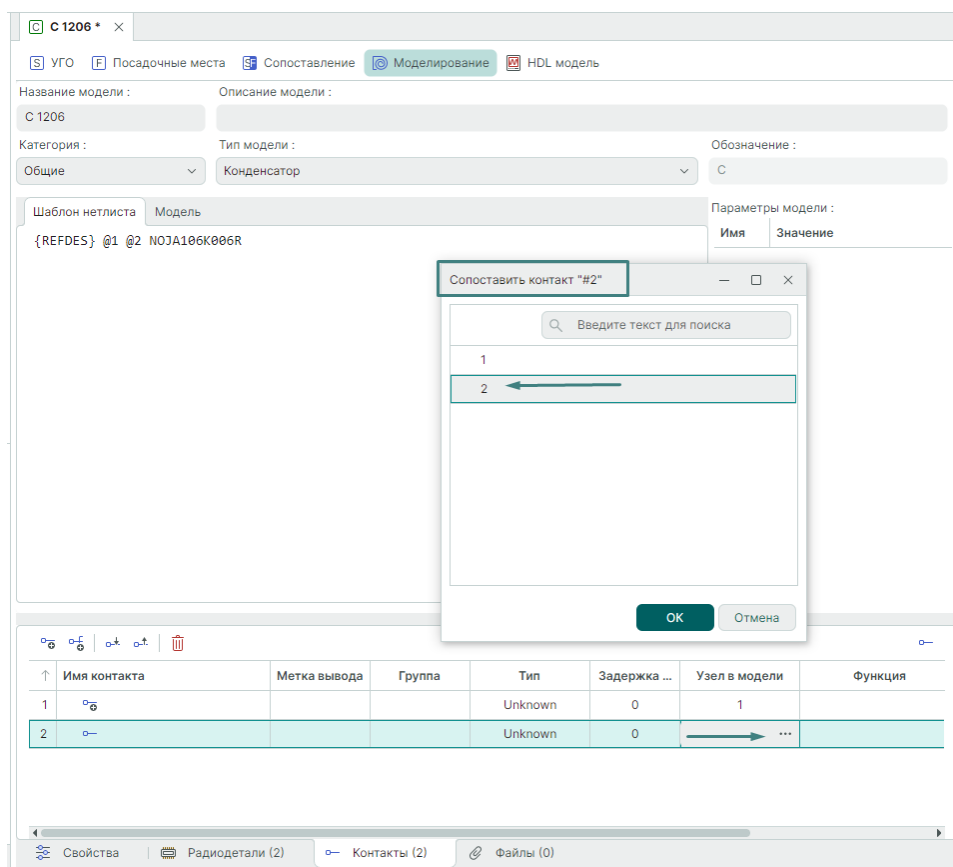

Рис. 15 Сопоставление контактов УГО с выводами SPICE-модели
7. Перейдите на вкладку «Контакты» и сопоставьте контакты УГО с выводами SPICE-модели, см. Рис. 15.